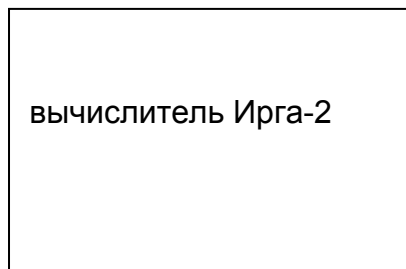

Рис.2 – Первичное включение
3.3.4 Включить вычислитель в сеть. При этом на ЖКИ появится надпись «вычислитель «Ирга-2» (рис. 2).